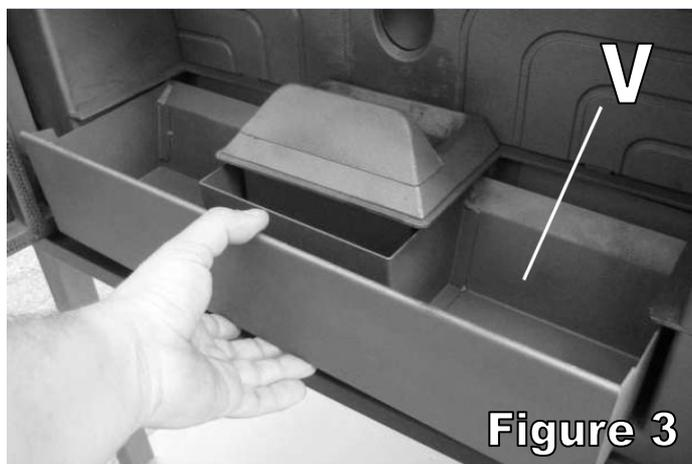

Figure 3
- Enlever la cendre du tiroir **V**, pour simplifier l'opération il est conseillé d'extraire le tiroir (Figure 3).